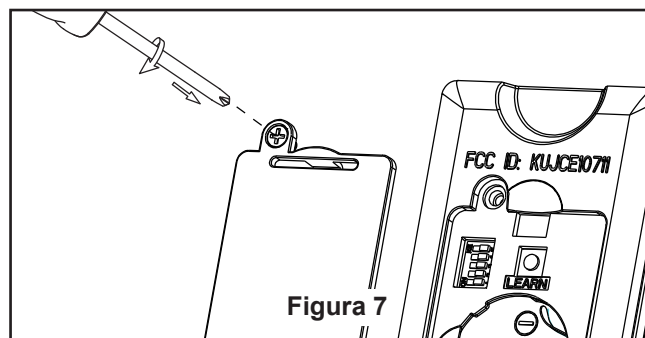

Figura 7
- ☐ 9. Vuelva a colocar la cubierta de la batería en el mando a distancia con un tornillo retirados previamente. (Figura 7)